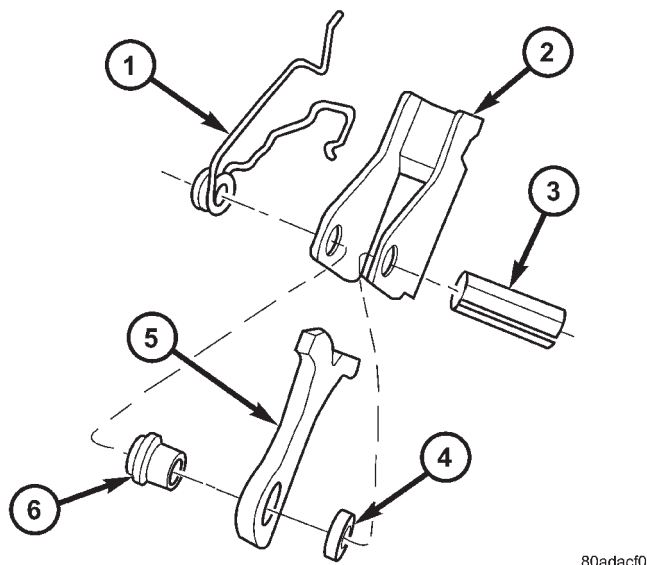

Fig. 72 Soporte de guía desensamblado
(62) Revise si hay exceso de desgaste en los componentes del soporte de guía y reemplace lo necesario (Fig. 72).